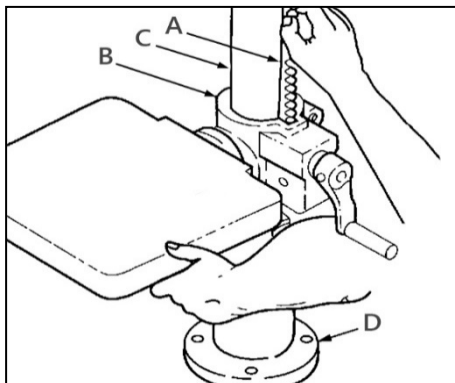

Рисунок 6.
Установите зубчатую рейку (А) (рис. 6) так, чтобы ее длинный гладкий конец смотрел вверх, в таком положении вставьте ее в паз кронштейна (В) рабочего стола. Соедините зубчатую рейку (А) с шестерней, расположенной внутри паза, в зацеп. Удерживая её и кронштейн стола (В) вместе, опускайте их вниз по колонне (С) до тех пор, пока рейка не упрется в фланец (D) колонны.